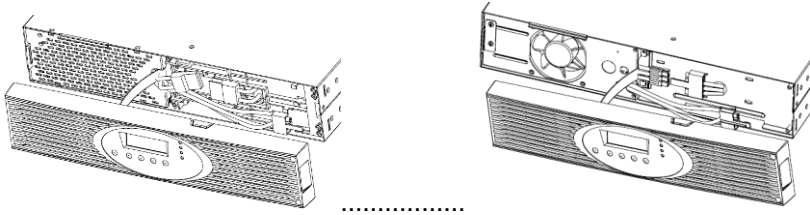

Abbildung 17: Austauschen der internen Batterien der USV-Anlage
2. Trennen Sie die interne Batterie-Steckverbindung (siehe Abbildung 17).
3. **Nur bei USV-Anlagen bis zu 1500 VA:** Falls das Kabel für ein zusätzliches Batteriepaket nicht angeschlossen ist, lösen Sie dieses und schieben Sie es für einen besseren Zugang nach links (siehe Abbildung 17).
10. **Nur bei Gerätetypen bis zu 1500 VA:** Falls das Kabel für ein zusätzliches Batteriepaket nicht angeschlossen ist, befestigen Sie das Kabel wieder an der entsprechenden Halterung auf der Batterieabdeckung (siehe Abbildung 17).